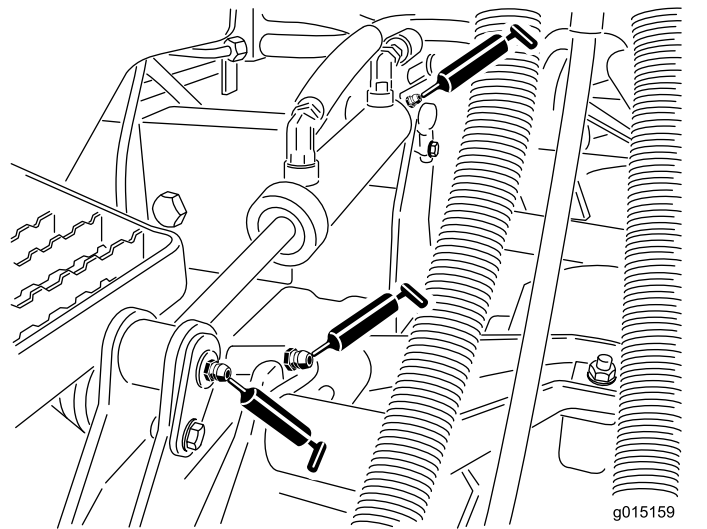

Bild 44
- Hubarmbüchsen (1 pro Schneideinheit) (Bild 44)
- Hubzylinderbüchsen (2 pro Schneideinheit) (Bild 44)